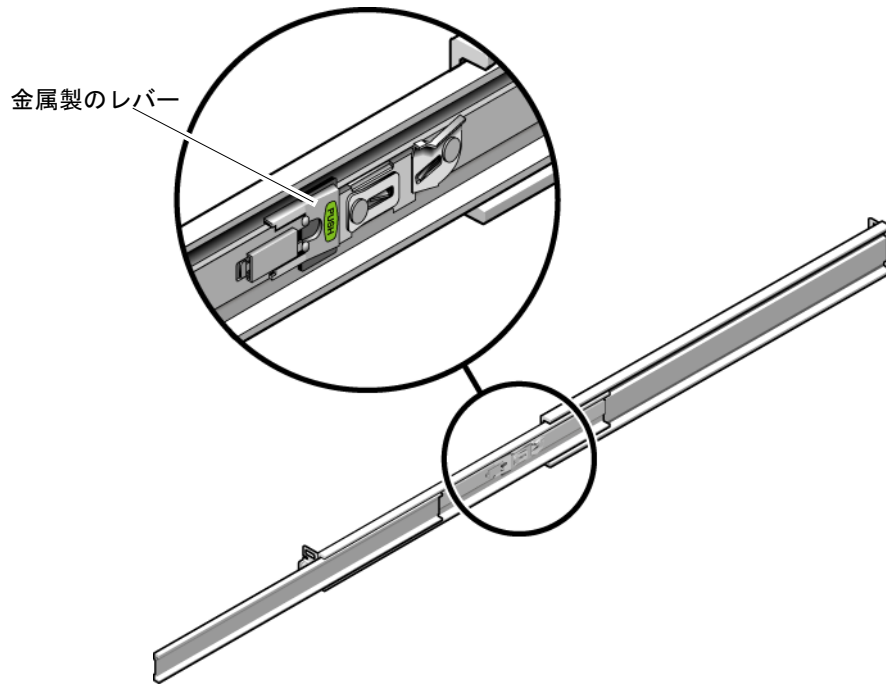

図 2-3 スライドレールの中央セクションのロックの解除
- d. スライドレールの中央セクションにある、Push というラベルが付いた金属製のレバー (図 2-3) を押してから、中央セクションをラックに向かって押し込みます。